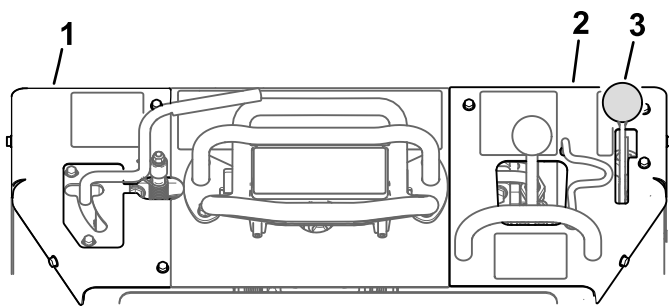

Рисунок 18
8. Установите левую и правую крышки панели управления, проследив за тем, чтобы жгуты проводов проходили через выемки (см. Рисунок 18).